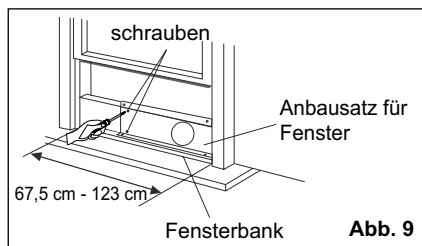

Abb. 9
2. Den Fensterflügel öffnen und den Anbausatz für Fenster auf die Fensterbank platzieren (Abb. 9). Anbausatz für Fenster auf Fensterbank anbringen. Die Länge des Anbausatzes für Fenster entsprechend der Breite des Fensters anpassen. Die beiden Schrauben in den Anbausatz für Fenster einschrauben. Siehe Abb. 9.